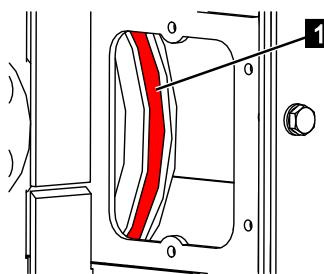

Abb. 256
8. Während das Teleskop einfährt, an der rechten Seite die Seile (Abb.256/1) auf Beschädigungen prüfen und Sprühfett auf die Seile sprühen.